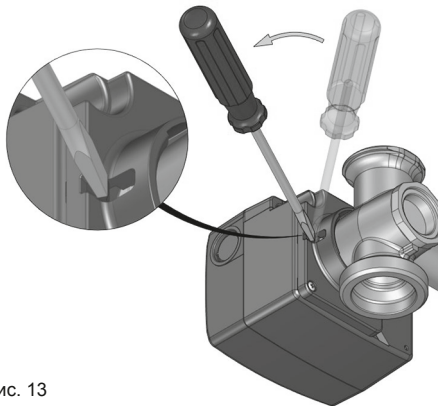

Рис. 13
2. Установить переключатель (1) на ручной режим. Для этого повернуть его отверткой направо на 90°, чтобы шлиц находился в горизонтальном положении и кончик стрелки указывал на символ "рука" (Рис. 13).